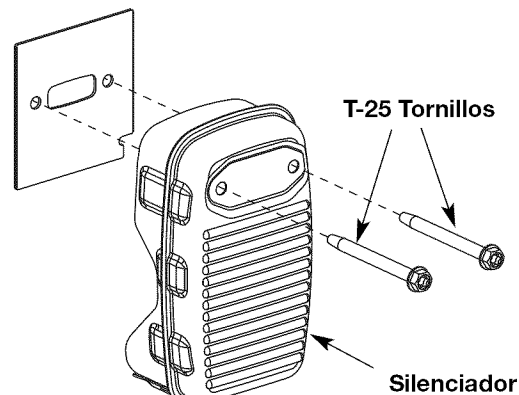

Fig. 27
2. Con un broca Torx T-27, saque los 2 tornillos que conecta el silenciador al motor (Fig. 27).